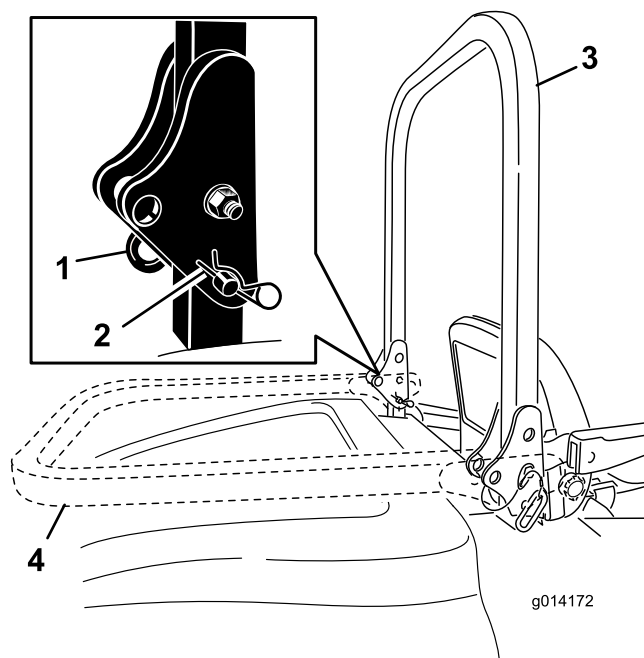

Figure 10
1. Pour abaisser l'arceau de sécurité, retirez les goupilles fendues, poussez l'arceau de sécurité contre les ressorts et retirez les deux goupilles (Figure 10).
2. Descendez l'arceau de sécurité à la position abaissée (Figure 10).
3. Posez les deux axes et fixez-les avec les goupilles fendues (Figure 10).
4. Pour relever l'arceau de sécurité, retirez les goupilles fendues puis les deux axes (Figure 10).
5. Relevez complètement l'arceau de sécurité puis insérez les deux axes et fixez ces derniers avec les goupilles fendues (Figure 10).